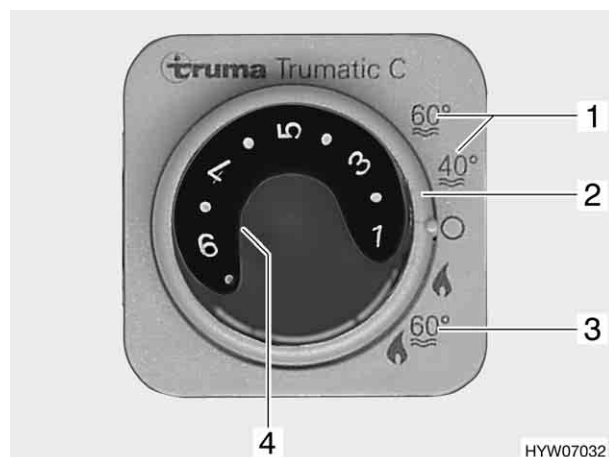
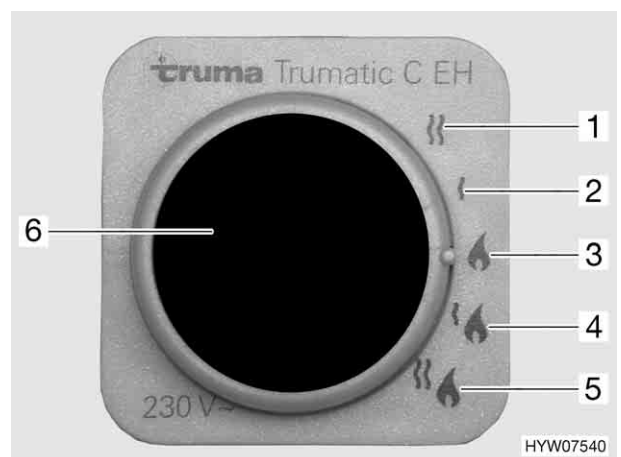

Fig. 124 Unité de commande pour chauffage/chauffe-eau
Fig. 125 Sélecteur de source d'énergie pour chauffage/chauffe-eau
Le chauffe-eau est intégré dans le chauffage à air chaud et fonctionne au gaz (variante 1) ou au gaz et à l'électricité (variante 2). Le chauffe-eau est mis en service au niveau de l'unité de commande (Fig. 124) à l'aide de l'interrupteur tournant (Fig. 124,2). Le sélecteur de source d'énergie (Fig. 125) permet de présélectionner le type d'énergie (variante 2).
En régime hiver "Chauffage et chauffe-eau" (Fig. 124,3) l'eau du chauffe-eau est automatiquement chauffée lors de la mise en marche du chauffage. Si le chauffage s'arrête à la température ambiante désirée, le chauffe-eau continue de chauffer jusqu'à obtention de la température d'eau sélectionnée.
En régime été, (Fig. 124,1) seule l'eau du chauffe-eau est chauffée à 40 °C ou 60 °C. Il faut environ 1 heure pour qu'elle atteigne 60 °C. Le voyant de contrôle jaune (Fig. 124,4) s'allume pendant la phase de chauffage du chauffe-eau.
- Placer l'interrupteur tournant (Fig. 124,2) de l'unité de commande (Fig. 124) sur "Régime été" (Fig. 124,1).
Le voyant de contrôle jaune (Fig. 124,4) s'allume pendant la mise en température. La mise en température est terminée lorsque la température d'eau sélectionnée est obtenue. Le voyant de contrôle jaune s'éteint.
- Placer l'interrupteur tournant (Fig. 124,2) de l'unité de commande (Fig. 124) sur "O".
- ▷ Si le chauffe-eau sur l'unité de commande (Fig. 124) est réglé sur régime été (Fig. 124,1) et que sélecteur de source d'énergie est réglé sur régime mixte (Fig. 125,4 ou 5), le chauffe-eau ne fonctionne, cependant, qu'en régime 230 V. Le brûleur à gaz ne s'enclenche pas.
- Régime au gaz (Fig. 125,3)
- Régime électrique 230 V avec des étages de puissance de 900 W (Fig. 125,2) ou de 1800 W (Fig. 125,1)
- Régime au gaz et régime électrique 230 V (régime mixte) avec des étages de puissance de 900 W (Fig. 125,4) ou de 1800 W (Fig. 125,5)
La combinaison régime au gaz et régime électrique 230 V permet de raccourcir la période de chauffage (uniquement possible lorsque le chauffe-eau sur l'unité de commande (Fig. 124) est réglé sur régime hiver).
Le voyant de contrôle jaune (Fig. 125,6) s'allume si le régime électrique 230 V a été sélectionné.
- Placer l'interrupteur tournant (Fig. 124,2) de l'unité de commande (Fig. 124) sur "Arrêt".